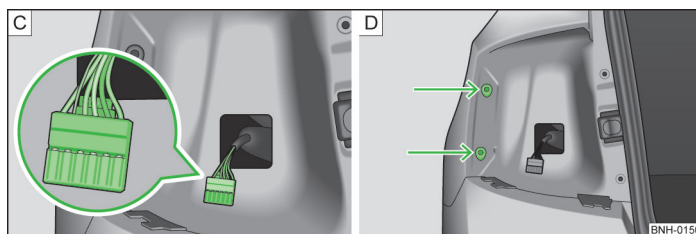

Abb. 181 Leuchtenstecker / Leuchte einbauen
- › Den Stecker vorsichtig von der Rückleuchte abziehen » Abb. 181 - .
- › Die Leuchte in die Aufnahmen in der Karosserie einsetzen » Abb. 181 - [D].